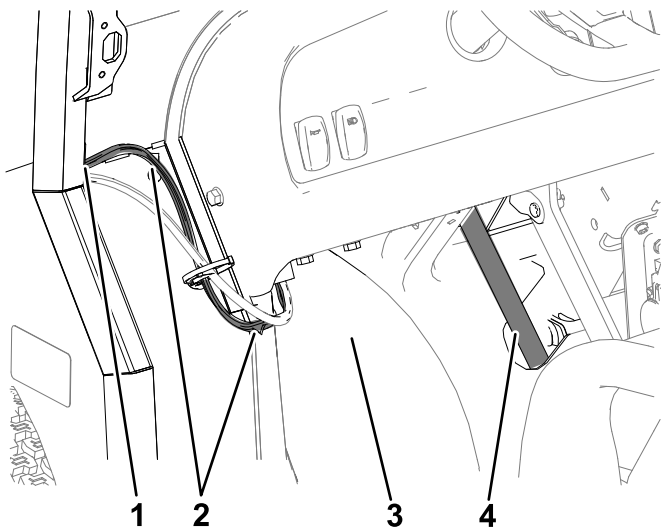
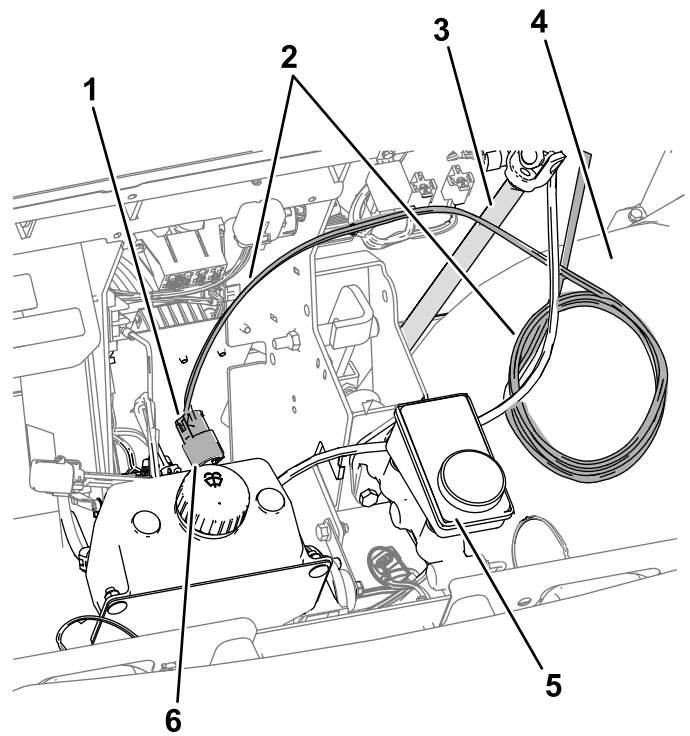

Bild 44
Bild 45
4. Verlegen Sie den 2-Buchsen-Stecker des Kabelbaums für die Scheibenwaschanlagenpumpe an der linken Seite der Dachkonsole entlang der Glühbirnendichtung zur Vorderseite des Kabinenrahmens (Bild 44).
2. Verlegen Sie den 2-Buchsen-Stecker des Kabelbaums durch die Öffnung oben an der Stütze A an der Fahrerseite des Kabinenrahmens und nach unten zum Loch in der Unterseite der Stütze (Bild 44).
3. Verlegen Sie den Kabelbaum nach vorne, zwischen Kotflügel und Lenksäule (Bild 44 und Bild 45).
4. Verlegen Sie den Kabelbaum für die Scheibenwaschanlagenpumpe nach innen zum Behälter der Scheibenwaschanlagenflüssigkeit und fluchten Sie den Kabelbaum mit dem 2-Stift-Stecker am Motor der Scheibenwaschanlagenpumpe aus (Bild 45).